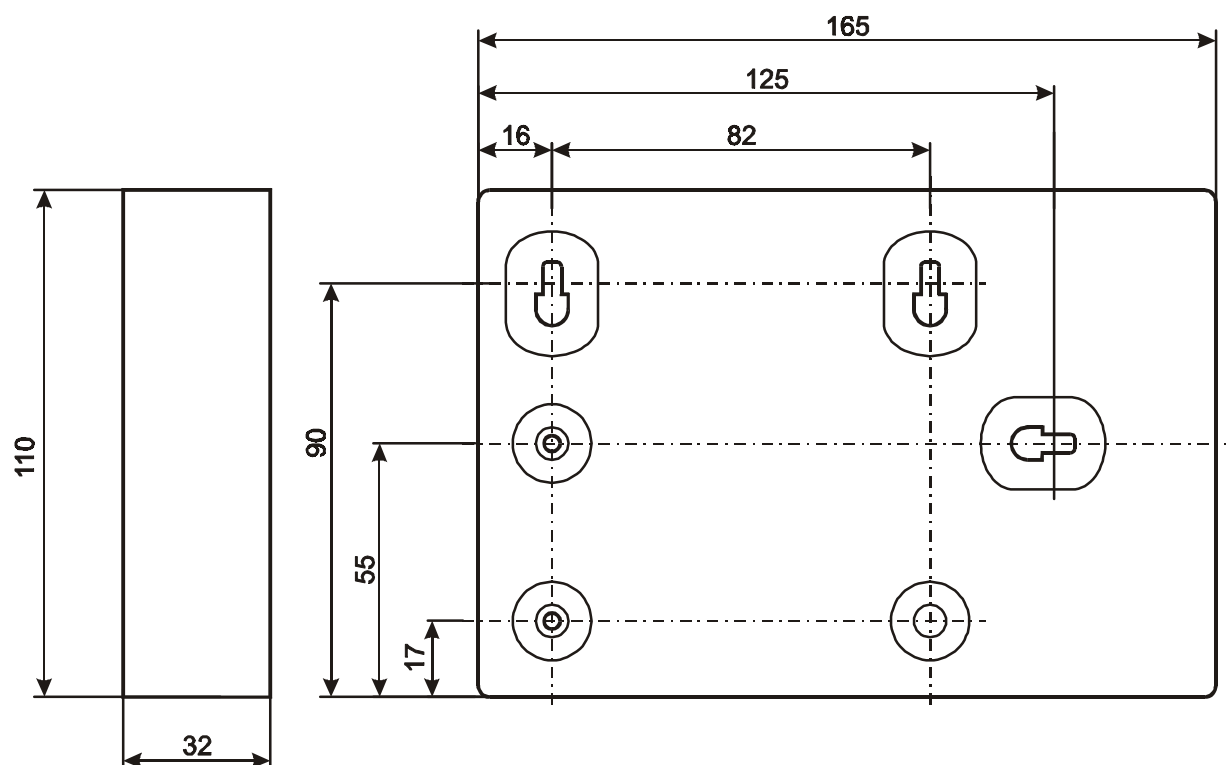
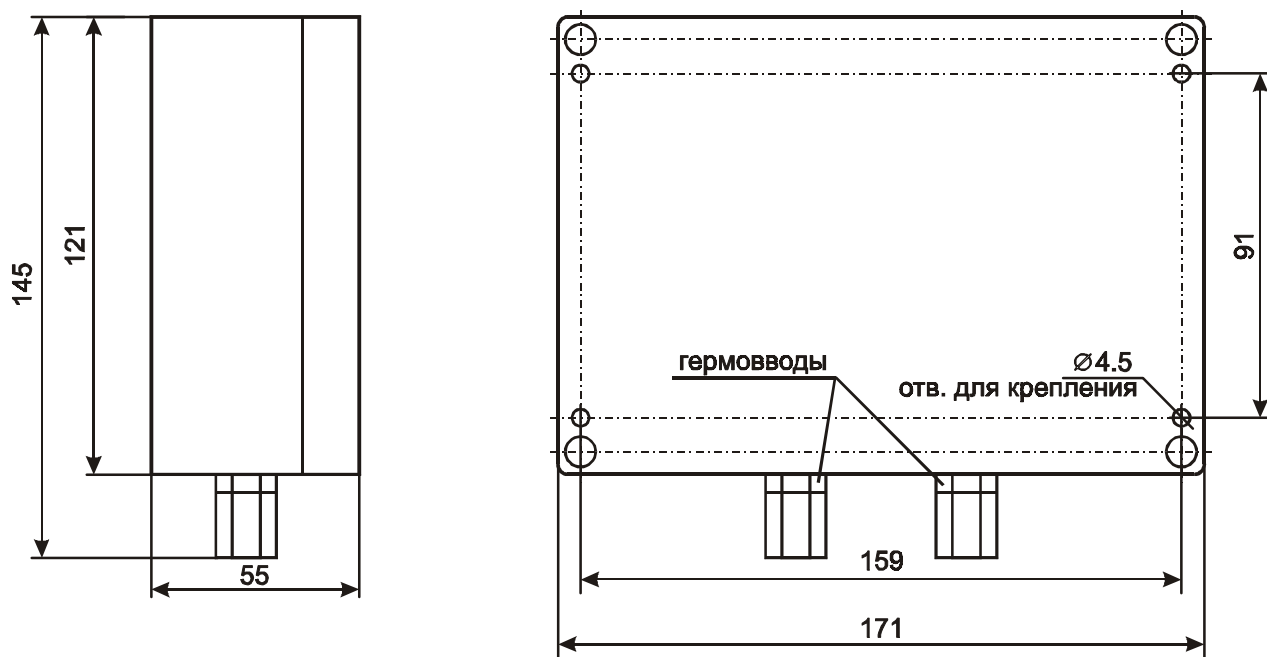
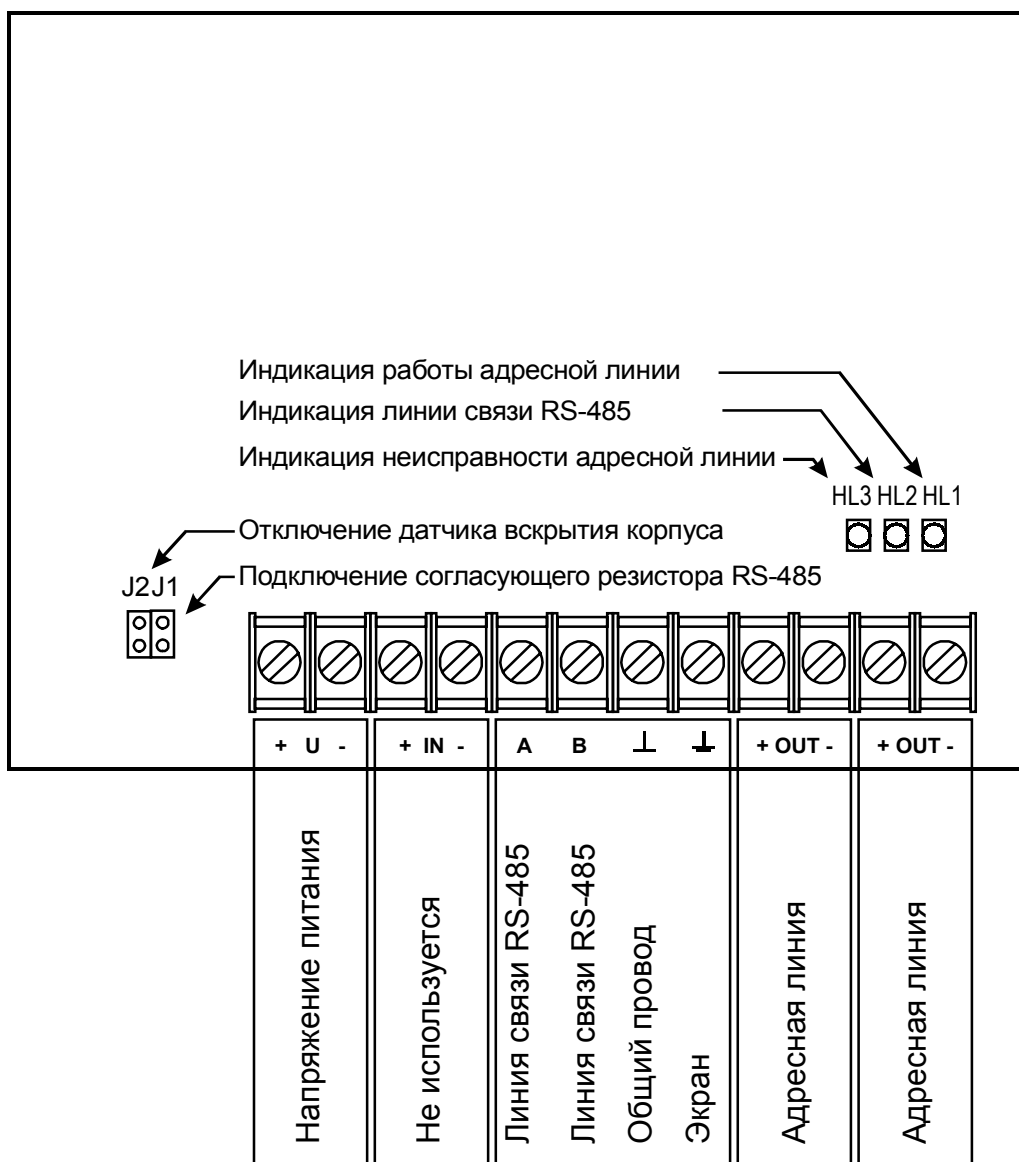

Рис. 2 Внешний вид, габаритные и присоединительные размеры (исполнение IP20)
Рис. 3 Внешний вид, габаритные и присоединительные размеры (исполнение IP65)
Рис. 4 Внешний вид платы СКЛБ-01
Внешний вид и габаритные размеры представлены на Рис. 2 (исполнение IP20) и Рис. 3 (исполнение IP65). Внешний вид платы - на Рис. 4.
5.1 Подключение СКЛБ к БЦП осуществляется по линии связи RS-485 через клеммы разъема, установленного на плате. Подключение ЛБ-06, ЛБ-07, БРЛ-01 к СКЛБ – через клеммы адресной линии (Рис. 4).